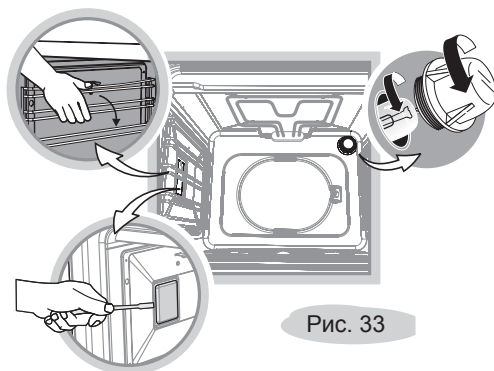

Рис. 33
- Открутите стеклянный плафон (рис.33).